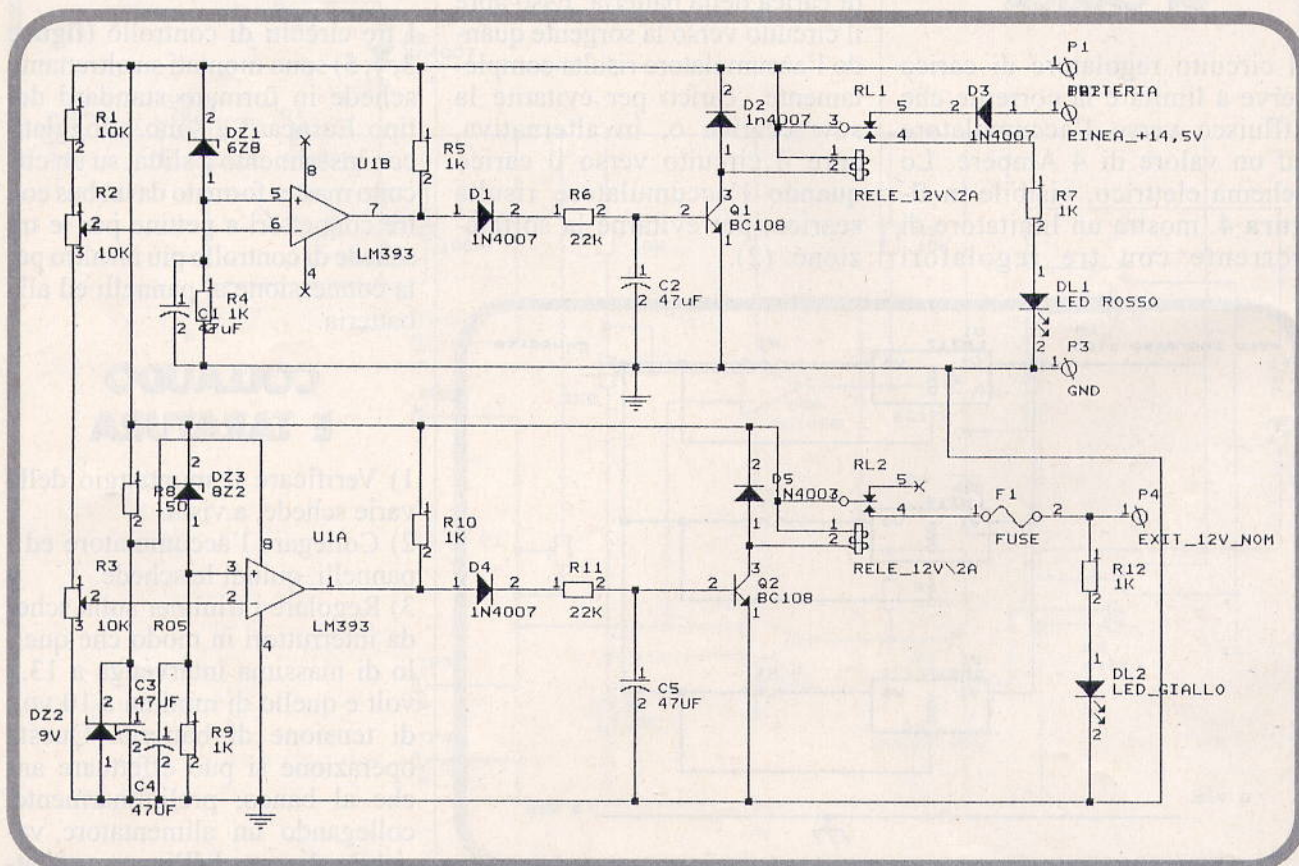

Figura 5 - schema elettrico dell'interruttore di massima e minima
L'interruttore di minima e massima (figura 5) è il circuito a cui è demandato il controllo del livello di carica della batteria. Esso apre il circuito verso la sorgente quando l'accumulatore risulta completamente carico per evitarne la sovraccarica o, in alternativa, apre il circuito verso il carico quando l'accumulatore risulta scarico, per evitarne la solfatazione. (2).